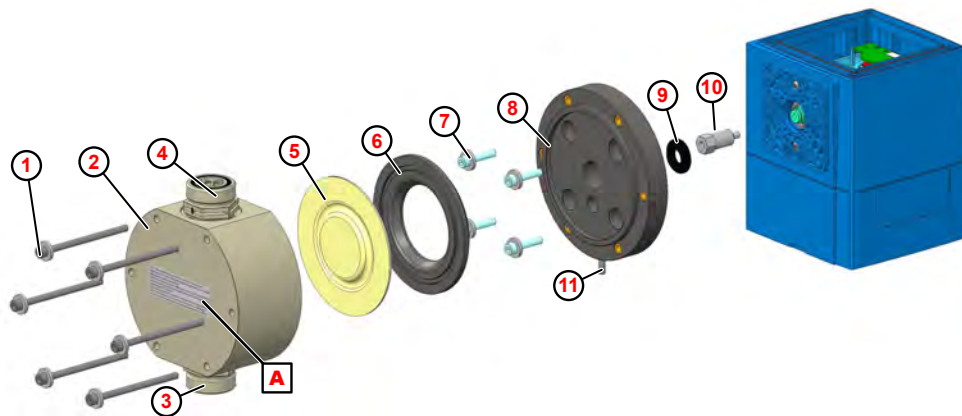

Fig. 25 : Remplacement de la partie supérieure de la pompe, de la membrane et de la membrane de protection
1. ➤ Dévisser les soupapes d'aspiration et de refoulement (Fig. 25 , ③ et ④).
2. ➤ Desserrer les vis de la partie supérieure de la pompe ① et les déposer.
3. ➤ Déposer la partie supérieure de la pompe ② .
4. ➤ Dévisser la membrane ⑤ .
5. ➤ Retirer la plaque intermédiaire ⑥ .
6. ➤ Desserrer les vis de retenue pour plaque d'adaptation ⑦ et les déposer.
7. ➤ Déposer la plaque d'adaptation ⑧ .
8. ➤ Retirer la membrane de protection ⑨ .
10. ➤ Poser la plaque d'adaptation de telle sorte que l'évacuation pour rupture de membrane ⑪ soit dirigée vers le bas.